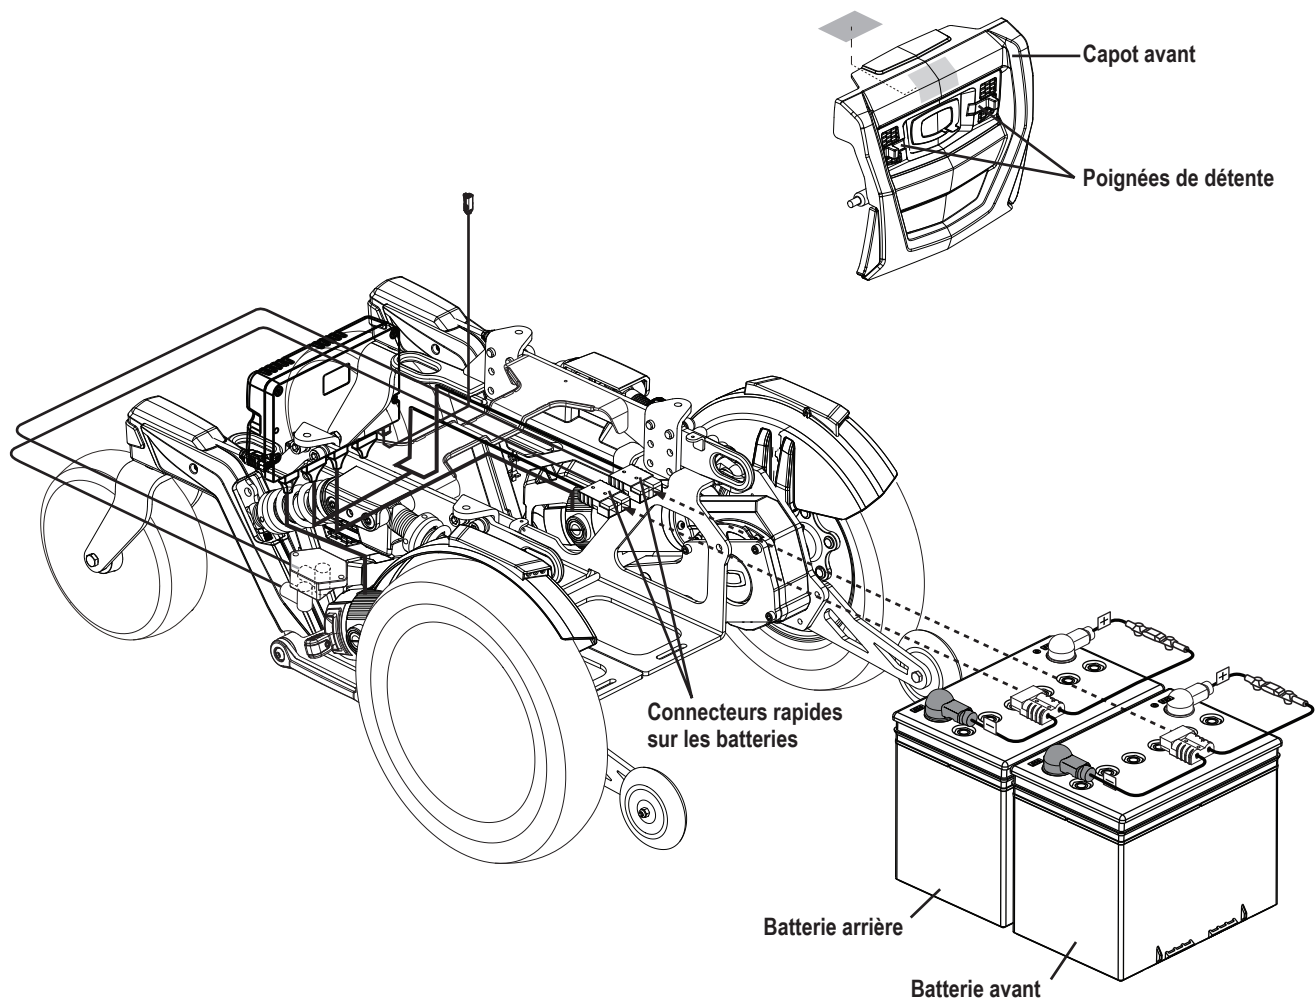

Figure 11. Installation des batteries
3. Retirez le capot avant en comprimant les poignées de détente (**voir la figure 11**) et en soulevant le capot avant vers le haut et hors de la base motorisée.
4. Débranchez les connecteurs rapides sur les batteries. **Voir la figure 11.**
7. Installez le fil sur la batterie avant selon le diagramme de branchement. **Voir la figure 11.**
8. Installez le fil sur la batterie arrière selon le diagramme de branchement. **Voir la figure 11.**